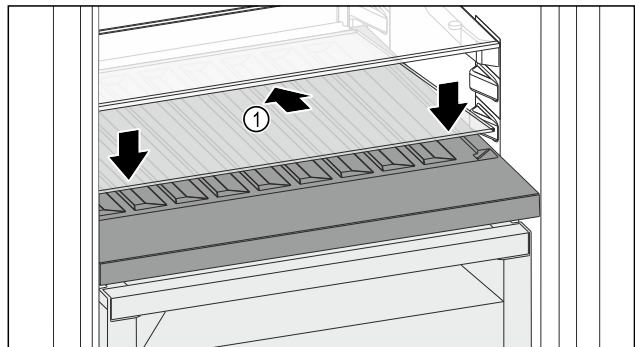

Fig. 158
- Placer la plaque de verre Fig. 158 (1) en biais et inclinée vers le bas.
- Abaisser l'avant de la plaque de verre Fig. 158 (1).